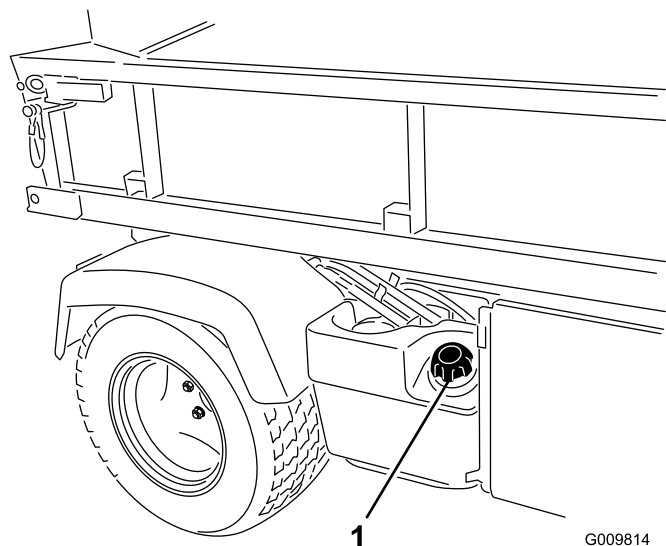

Figura 16
2. Rimuovete il tappo dal serbatoio del carburante (Figura 16).